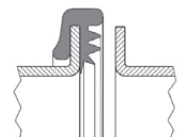

Fig. 194
- ▶ Die geriffelte Seite der Bördeldichtung muss zum Anschlussrohrteil zeigen – Fig. 194.